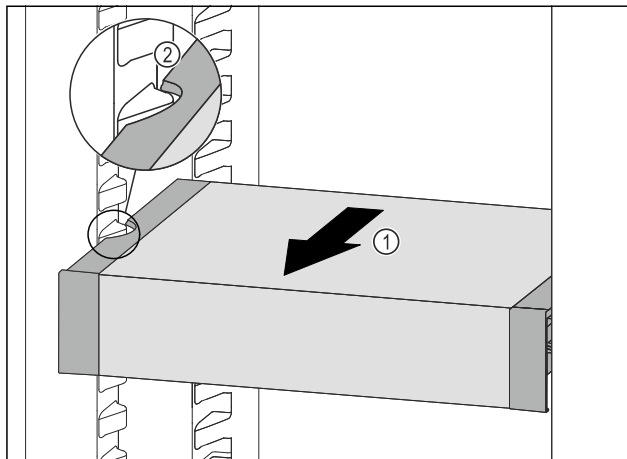

Fig. 56
- ▶ Tirer le VarioSafe vers l'avant Fig. 56 (1) jusqu'à ce que les encoches latérales du VarioSafe se trouvent au niveau de la nervure du bac dans la partie réfrigérateur. Fig. 56 (2)